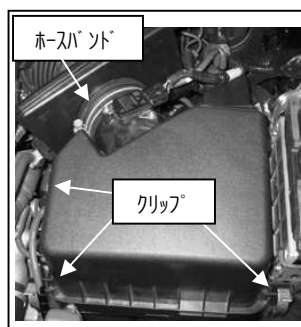

図 3
- ③クリップを外し、サクションホースのバンドを緩め純正クリーナー-BOX（上側）を取り外します。同時に、ソレノイド本体をクリーナー-BOX から取り外します。図 3 参照